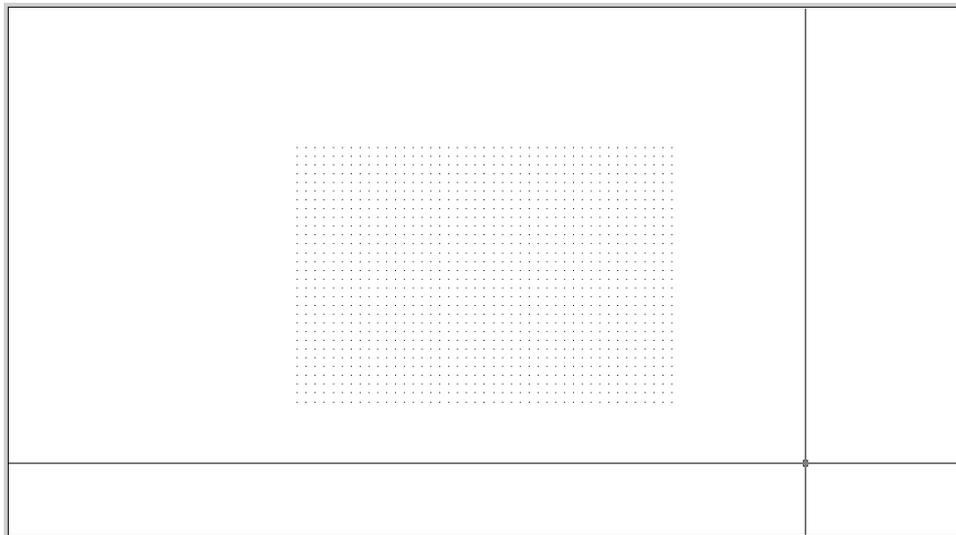

Рис. 3.5. Сетка в увеличенном масштабе
5. Для того чтобы точки сетки были расположены гуще (т.е. отображались всегда через каждые 10 единиц, а не через 50), введите в командном окне **GRIDDISPLAY**, а затем **4**. Точки сетки примут вид, показанный на рис. 3.5. Размеры сетки останутся теми же — поместите указатель-перекрестие сначала в левый нижний угол сетки, а затем в правый верхний. Эти точки по-прежнему будут иметь координаты (0.0, 0.0) и (420.0, 290.0), соответственно.